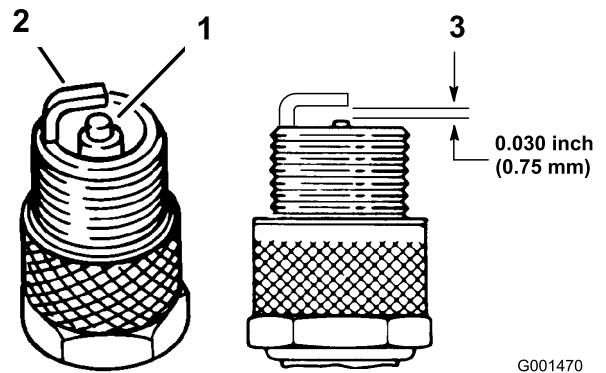

Figura 25
2. Compruebe la separación entre los electrodos central y lateral (Figura 25). Si la distancia no es correcta, doble el electrodo lateral (Figura 25).
1. Mire la parte central de las bujías (Figura 25). Si se observa un color gris o marrón claro en el aislante, el motor está funcionando correctamente. Si el aislante aparece de color negro, significa que el limpiador de aire está sucio.
3. Conecte los cables a las bujías (Figura 25).